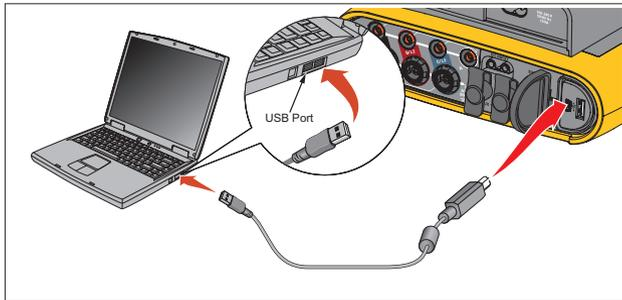

Figure 8. Raccordement de l'enregistreur de qualité d'énergie au PC
3. Branchez le câble USB aux ports USB de l'ordinateur et du Logger. Voir la Figure 8.